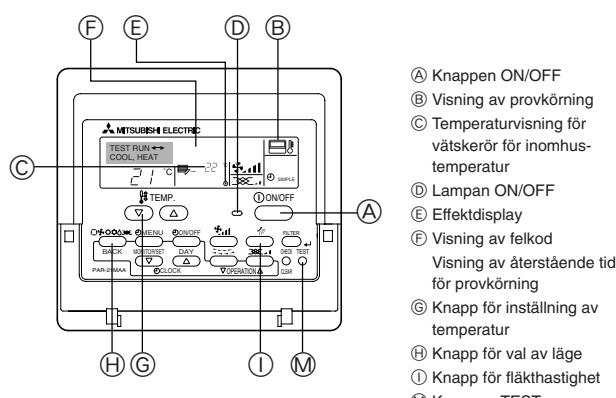

Fig. 10-2
10.3.2. Ledningsdragen fjärrkontroll (Fig. 10-2)